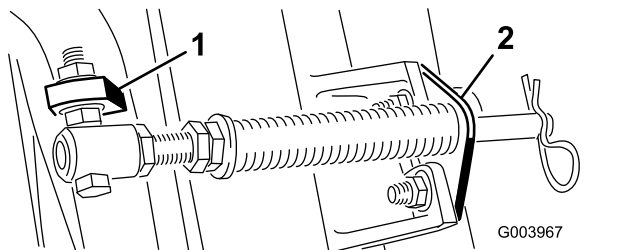
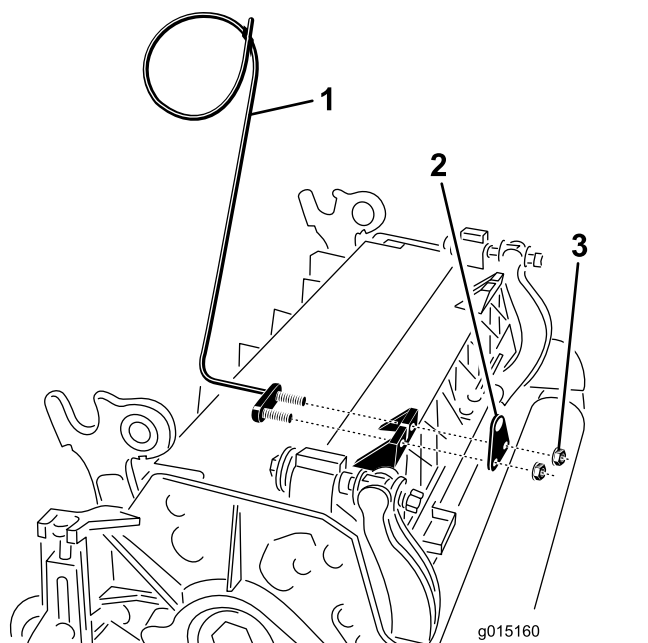

Figura 11
Figura 13
Nota: Posizionate la testa del bullone sul lato esterno dell'aletta, come illustrato nella Figura 11.
E. Montate la staffa dell'asta sulle alette degli elementi di taglio usando i bulloni a testa tonda e i dadi (Figura 11). Nel rimontare la staffa dell'asta, sull'elemento di taglio montate la guida del flessibile di sinistra sulla parte anteriore delle alette degli elementi di taglio (Figura 13).